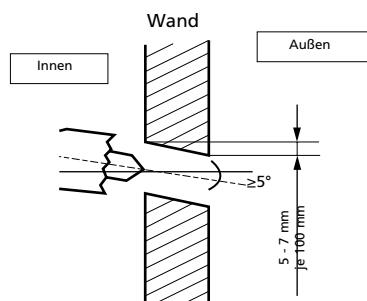

Abbildung 10
- Bestimmen Sie die Position der Bohrlöcher gemäß dem Diagramm in Abb. 9. Bohren Sie ein (1) Loch, das nach außen hin leicht nach unten geneigt ist. Hierdurch wird das Eindringen von Wasser verhindert (Abb. 10).